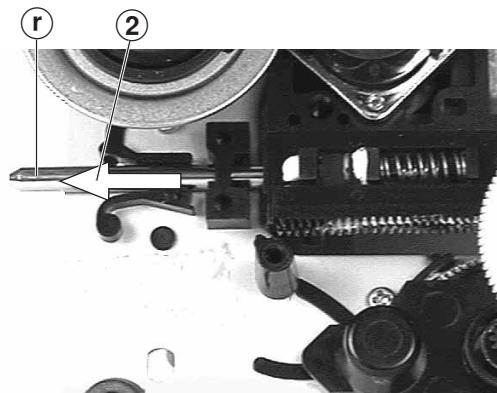

Fig. 14
- Führungsstange ⑮ in Pfeilrichtung ② schieben und Lasereinheit abnehmen (Fig. 14).
- Move the guide rail ⑮ in the direction of arrow ② and remove the laser pick-up (Fig. 14).